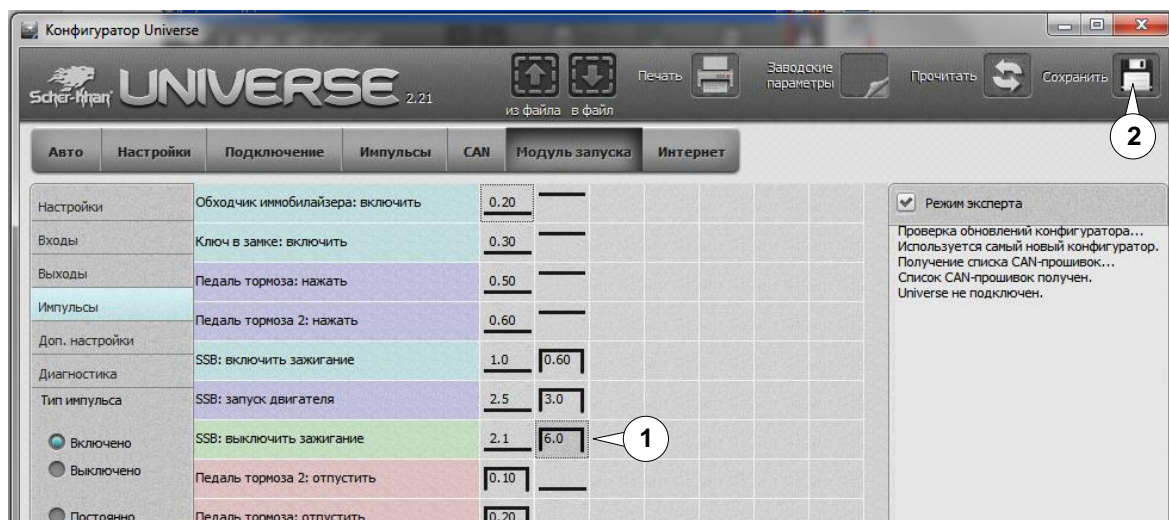

Рис. 14:
- **выставляем значения (1)** как указано на рис. 14 (глушение двигателя на 6 сек после 2 сек паузы)
- после выставления нужных значений нажимаем кнопку «**Сохранить**» (2)